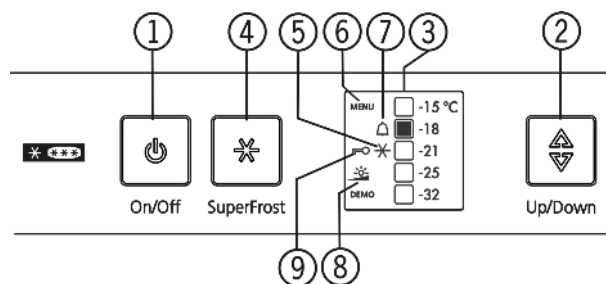

Fig. 3
- Symbolen SuperFrost Fig. 3 (5) blinkar tillsammans med temperaturdisplayen.